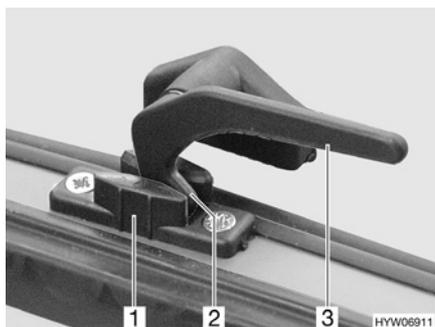

Fig. 31 Palanca de bloqueo en la posición de "ventilación continua"
- En la posición "ventilación continua" (Fig. 31)
- Girar la palanca de bloqueo (Fig. 31,3) un cuarto de vuelta hacia la mitad de la ventana.
- Girar de nuevo hacia atrás la palanca de bloqueo. El saliente de bloqueo (Fig. 31,2) se ha de introducir para ello en el rebaje del bloqueo de la ventana (Fig. 31,1).